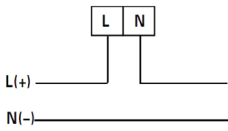

Рис. 2 – Подключение напрямую
1. Подключите прибор к исследуемой цепи в соответствии со схемами подключения (см. рис. 2–4).